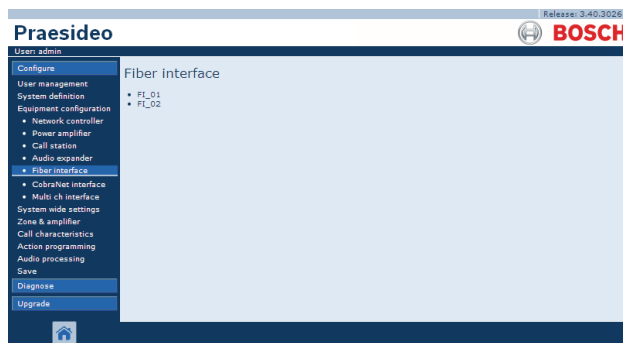

Abb. 43.32: Konfiguration der LWL-Schnittstelle, Schritt 1
- 1 Rufen Sie *Configure > Equipment configuration > Fiber interface* auf. Im Mainframe der webbasierten Benutzeroberfläche erscheint ein Bildschirm, der dem in Abb. 43.32 ähnelt.